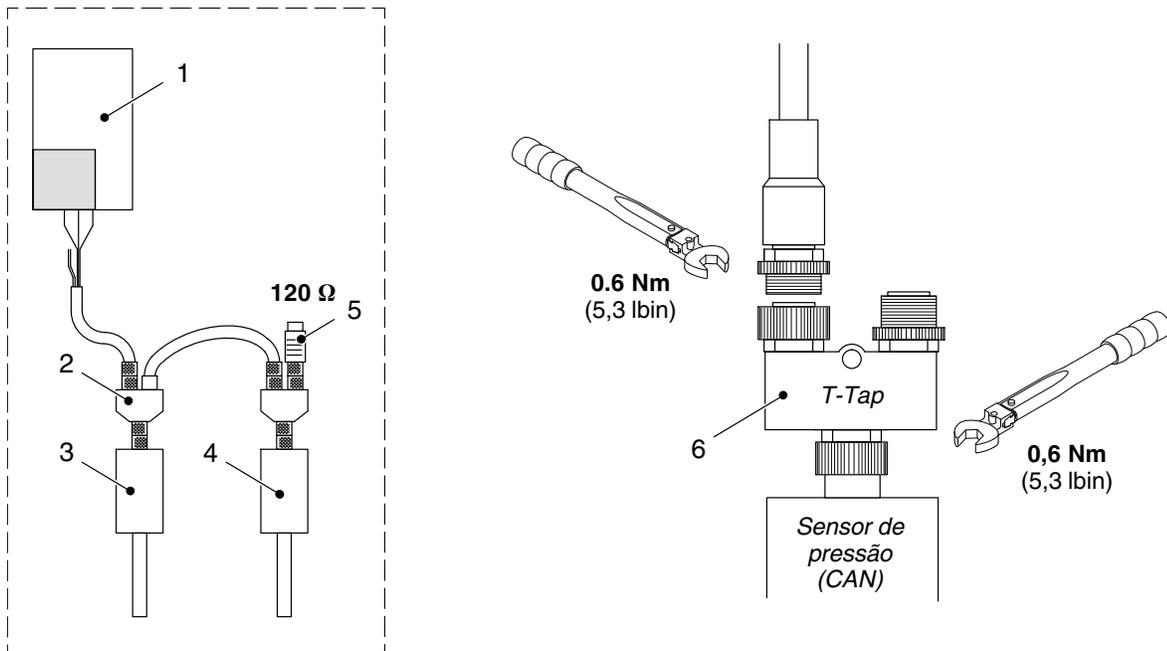

Fig. 7-13 Exemplo com dois sensores de pressão e informação sobre cabos T-Tap e CAN-Bus com sextavado
- se um ou mais sensores de pressão estiverem montados no sistema, no último sensor de pressão. Consulte a fig. 7-13.
Fig. 7-13: Apertar o sextavado com um binário de 0,6 Nm. A Nordson recomenda a utilização da chave dinamométrica da empresa Murr Elektronik com o número de artigo Murr 7000-99102-0000000.
5. Consulte também indicações sobre o binário para cabos T-Tap e CAN-Bus com sextavado na fig. 7-13.